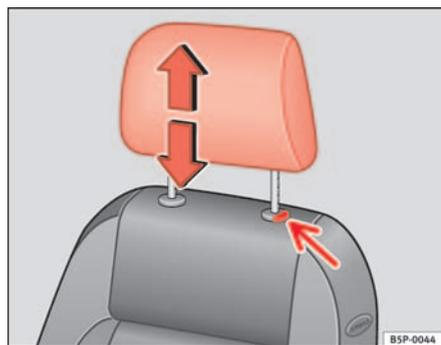

Fig. 93 Poggiatesta:
- Premere il tasto ⇒ fig. 93 (freccia).